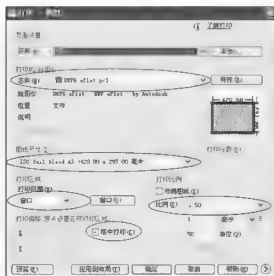

图 5.121 【打印-模型】对话框
(7) 选择菜单栏中的【文件】|【打印】命令，打开【打印-模型】对话框，其中的参数设置如图5.121所示。